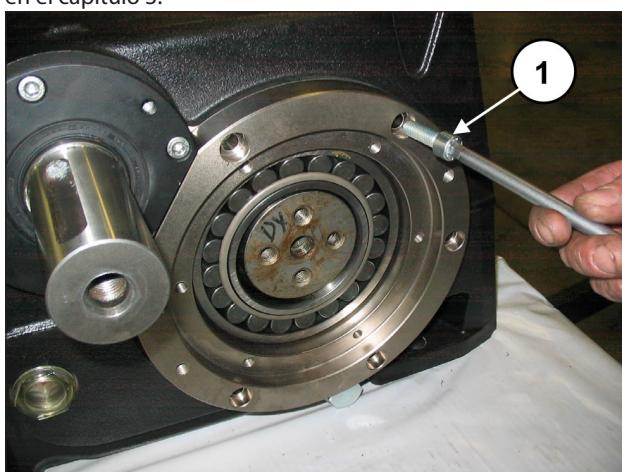

Fig. 74
Bloquear las tapas portacojinete con los 6+6 tornillos M10x30 (pos. ①, Fig. 74).